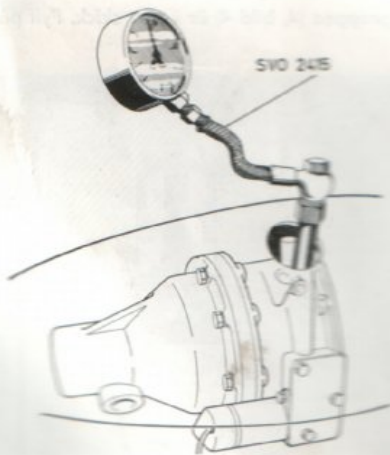

Bild 8. Kontroll av oljetryck
2. Tag bort proppen över manöverventilen och anslut oljemanometer SVO 2415, se bild 8. OBS! Fjädern (49), toppen (52) och kulan (53) skall vara kvar i sitt läge.